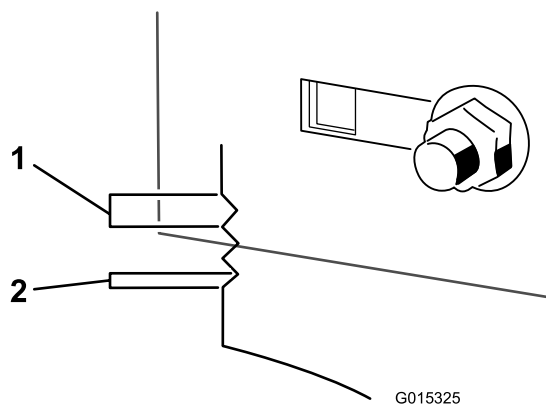

Figura 53
9. Utilice las muescas del soporte soldado para medir la cantidad de ajuste. Cada muesca completa equivale a 6 mm y un solo lado equivale a 3,2 mm (Figura 53). Ajuste la carcasa de corte a la altura deseada.